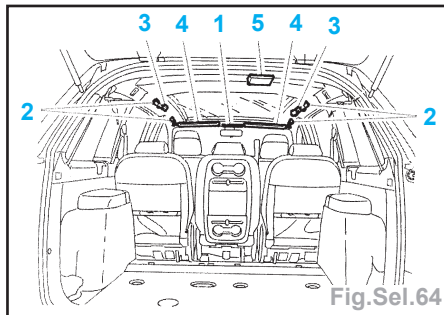

Fig.Sel.64
- Déposer (Fig.Sel.64) :
- la console de pavillon avant (1),
- les poignées de maintien (2),
- les éclairateurs latéraux (3),
- les pare-soleil (4),
- le cache-ceinture arrière (5),